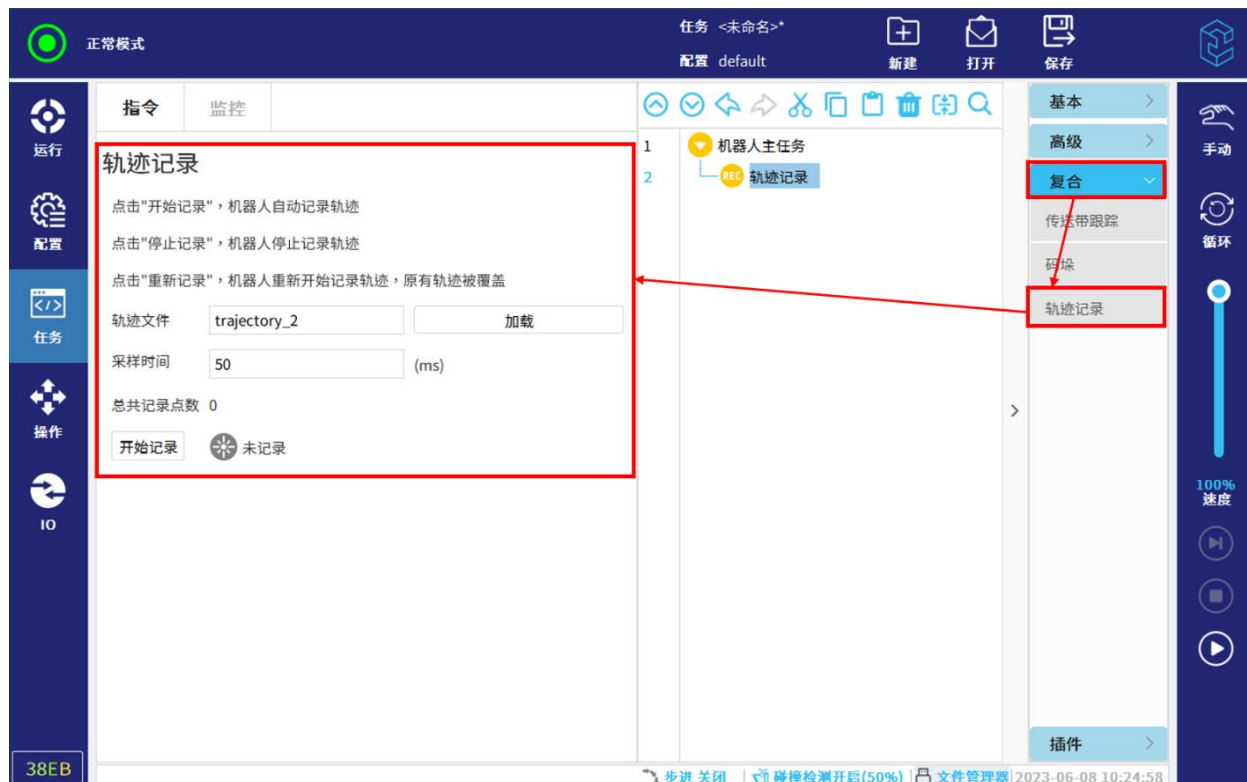

图 12-37 记录轨迹
4. 点击“重新记录”，机器人重新开始记录轨迹，原有轨迹将被覆盖，如图 12-37 所示。